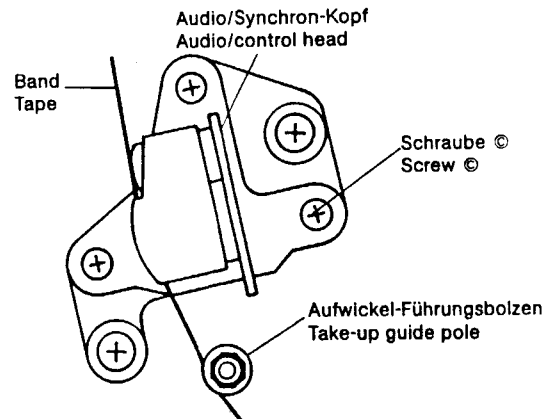

Fig. 4.23 Aufwickel-Führungsbolzen
2. Die Höhe des Aufwickel-Führungsbolzens nicht verstellen, sondern die Neigung des Audio-Synchron-Kopfes mit Schraube (C) verändern, bis glatter Bandlauf erzielt wird (Fig. 4.23).
2. Do not alter the height of the take-up guide pole, but adjust the inclination of the Audio/Control head with screw (C) until a smooth tape run is obtained (Fig. 4.23).